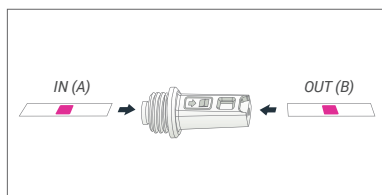

Figure 2
4. Place a Chemdye® Lumenia CDWE cleaning indicator in the inner cavity of each device in a way that the test soil is facing upwards (Fig. 2).
4. Colocar un indicador de lavado Chemdye® Lumenia CDWE en la cavidad interna de cada dispositivo de manera que el test soil quede orientado hacia arriba (Fig. 2).